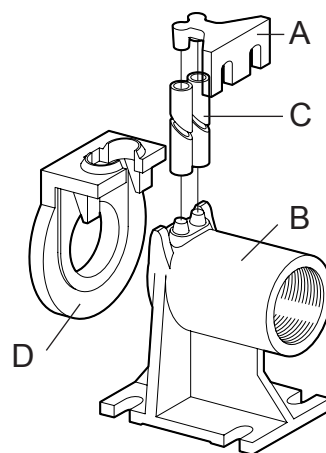

Fig. 7 Pé de acoplamento
- Fixar o estribo de ancoragem dos tubos (fig. 7 - pos. A) de guia no bordo do tanque.
- Posicionar no fundo do poço o pé de suporte para o acoplamento automático (fig. 7 - pos. B) e controlar, através de um fio de prumo, que as saliências cónicas para o engate dos tubos guia estejam perfeitamente perpendiculares às correspondentes saliências do estribo de ancoragem do bordo do tanque. Verificar também que o pé esteja plano por meio de um nível de bolha de ar.
- Marcar a posição das aberturas presentes no pé de suporte, então levantar o comprimento exacto dos tubos de guia (fig. 7 - pos. C).
- Montar o flange especial (fig. 7 - pos. D) em corrediça e guia na boca de compressão da bomba e enganchar a corda ou corrente na pega ou abertura na parte superior do corpo.